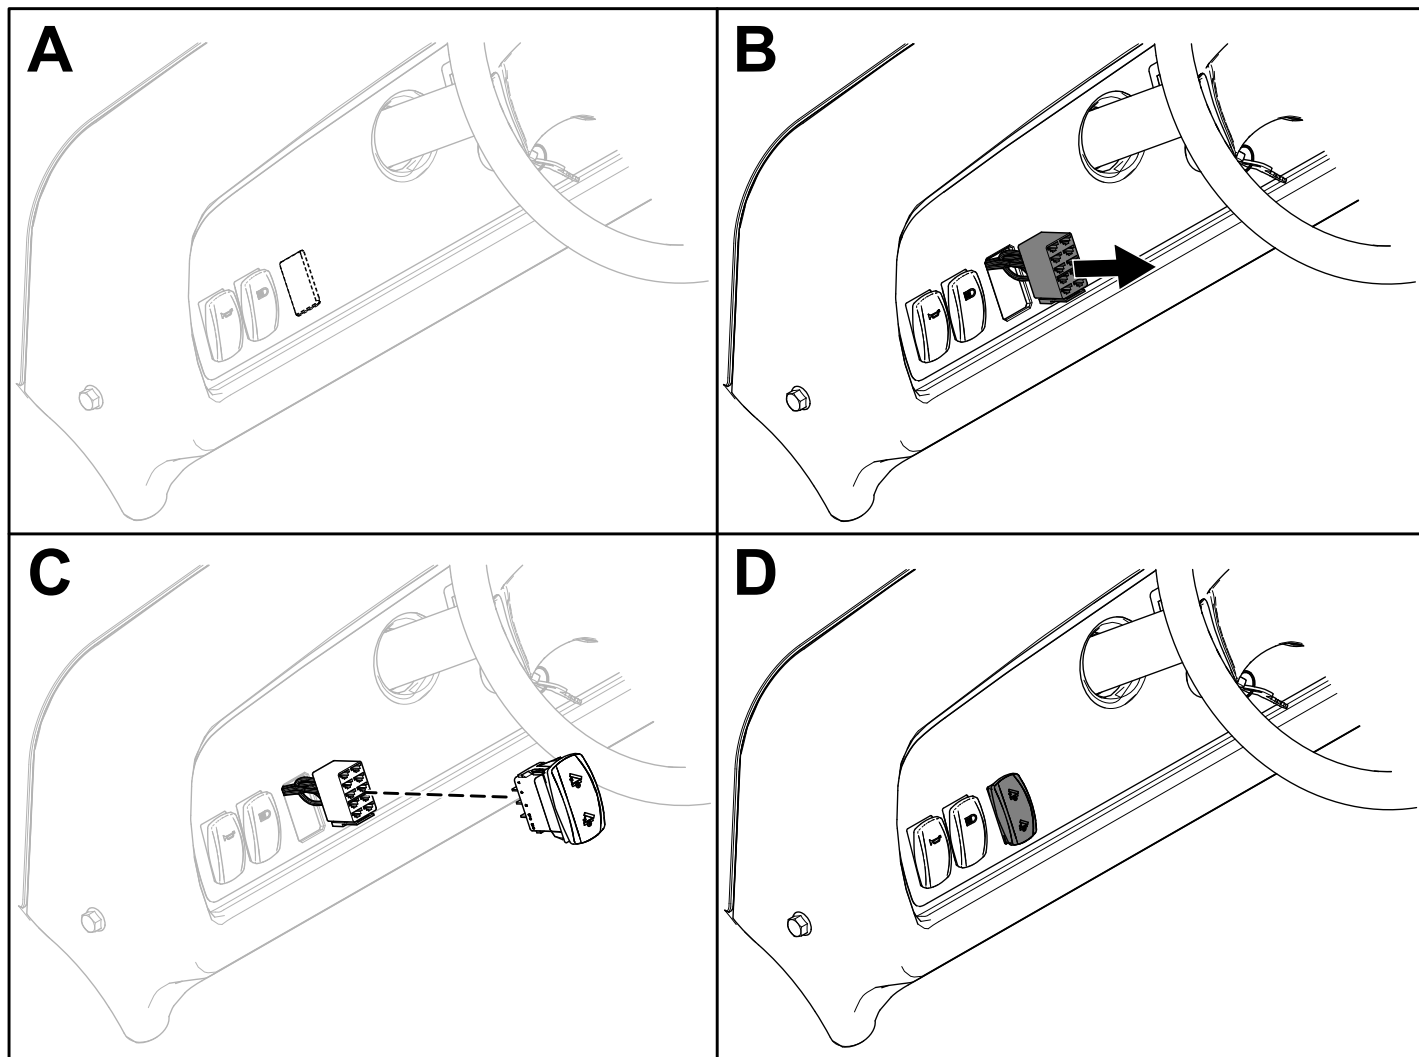

Figure 8
5. Appuyez sur la commande de levage pour déployez l'actionneur (Figure 8).